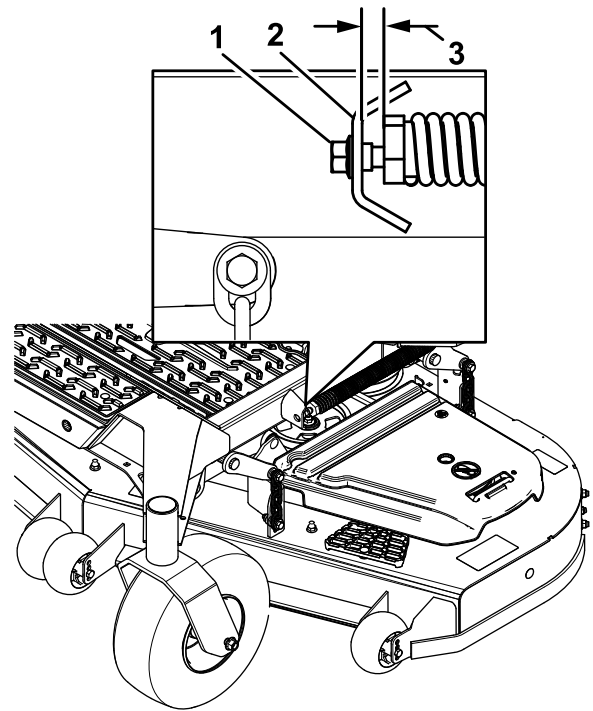

Figure 81
10. Desserrez lentement la vis de réglage sur le ressort d'aide au levage jusqu'à ce que vous puissiez enlever la vis (Figure 81).